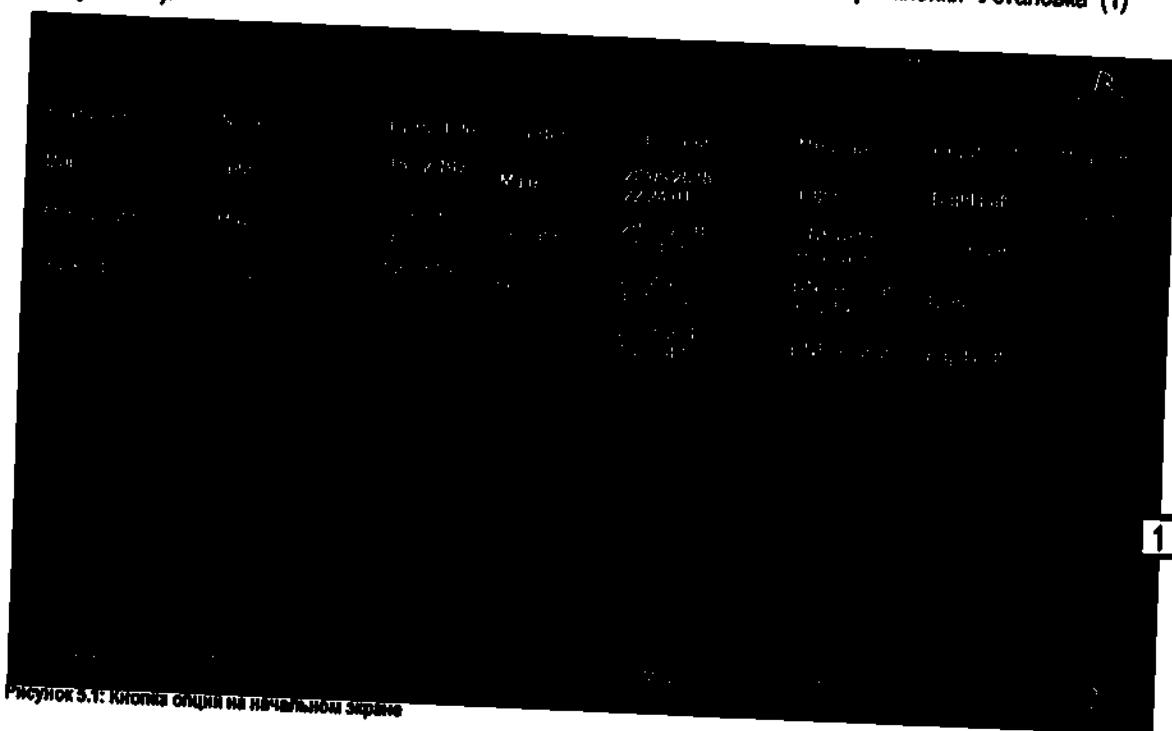

Рисунок 5.1: Кнопка меню на начальном экране
На экране клиентской базы вы можете увидеть основные настройки с помощью кнопки "Установка" (1) (Рисунок 5.1).